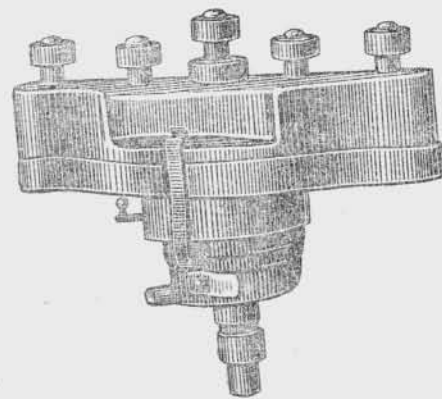

Рис. 288. Экранировка распределителя зажигания.
7) В радиостанциях, расположенных в автомобилях, танках, самолетах, чрезвычайно сильные помехи радиоприему вызывают все приборы электрооборудования, как то: динамомашины, магнето, стартеры, bobины, регуляторы напряжения, реле, запальные свечи и прочие приборы. Они располагаются обычно в непосредственной близости от радиоаппаратуры и в момент искрообразования во всех этих приборах создаются электромагнитные колебания высокой частоты, воздействуя на приемник, вызывают в нем треск частоты, которые, вызывая в нем треск частоты, воздействуя на приемник, вызывают в нем треск частоты. Все меры борьбы с этими помехами проводятся при монтаже самой радиостанции. Они сводятся к полной и тщательной экранировке деталей этих приборов. Экранируются магнето, свечи, провода, распределители зажигания (рис. 288, 289).